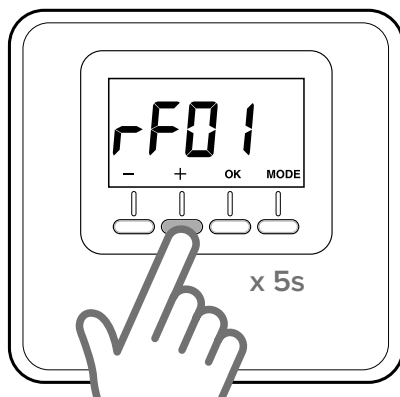

Рис. 18
- Чтобы перейти к техническим параметрам, снова нажмите кнопку «+» и удерживайте ее в течение 5 с; на дисплее отобразится параметр rF01 (Рис. 18).